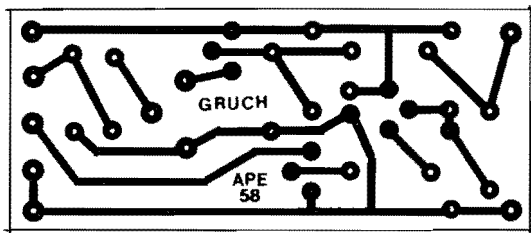

Fig.2
- FIG. 2 - LAY OUT DO CIRCUITO IMPRESSO ESPECÍFICO - É importante notar, desde já, que o padrão de ilhas e pistas na face cobreada do Impresso, bem como suas dimensões e disposições gerais (a figura mostra o tema, em tamanho natural, escala 1:1, portanto...), é absolutamente o mesmo, para qualquer das duas versões básicas do GRUCH... Assim, qualquer que seja a escolha ou condição, essa fase da realização se resume na correta traçagem (com decalques fica melhor...), perfeita corrosão e limpeza, furação cuidadosa, verificação criteriosa ao final, nos moldes frequentemente detalhados aqui em APE (quem tiver dúvidas, que consulte as INSTRUÇÕES GERAIS PARA AS MONTAGENS,